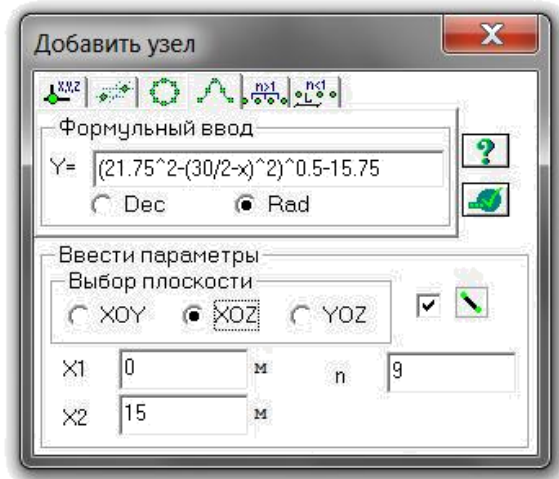

Рис. 2.19. Диалоговое окно Добавить узел
- Выберите вкладку Формульный ввод, и в окнах введите необходимые параметры (рис. 2.19):